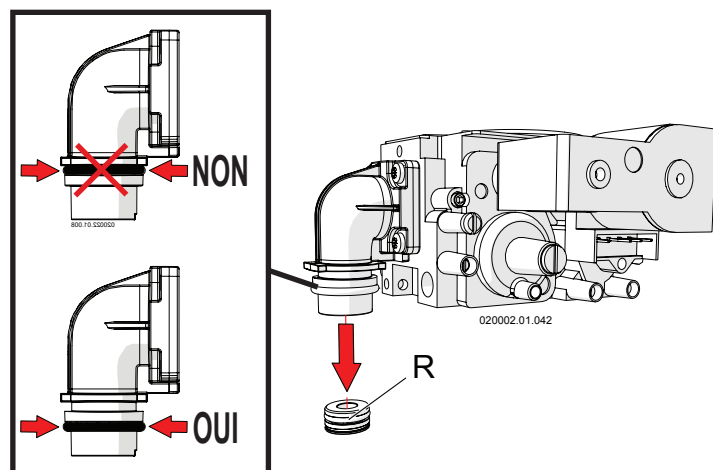

Figure 6-4 - Remplacement de la buse du gaz
10. - Remplacer la buse du gaz « R » (voir la Figure 6-4) avec celle spécifique selon les indications fournies sur la Figure 6-6 à la rubrique « Diamètre buse gaz » ;